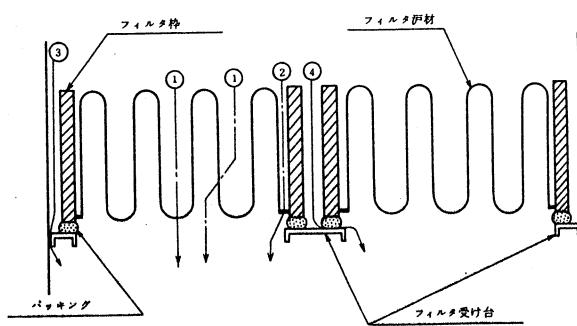

図1. HEPA フィルタからのリーク
HEPA フィルタの性能を十分に引き出すには、適切な使用法によらねばならない。最も多い事故は、フィルタ本体及びその取付部からのリーク（粒子の漏れ）である。フィルタからのリークは、発生箇所により様々で、これらを図1に示す。①はフィルタ枠材のピンホールによるもの、②は、フィルタ枠材と枠の接着が不完全なために起るものである。①、②によるリークは、フィルタ製造メーカーの出荷検査でチェックされる。フィルタ取扱い時に、①のピンホールを発生させてしまうこともある。③、④はフィルタ取付けの不備によるもので、③はフィルタ受け台のシーリングの不完全さによるもの、④はフィルタの締め付けが不十分な場合発生する。①～③によるリークが発生した場合、粒子のリーク量は極めて大きくなり、クリーンベンチ等の製品の出荷検査で、容易に発見できる。④に示したフィルタの締め付けが不十分なことによるリークは、締め付け強度により、リーク量は種々異なる。また、従来のリーク検査は、0.3又は0.5 μm 以上の粒子を対象としていた。このため、0.1 μm の如く微小粒子に対する検査がなされていない。